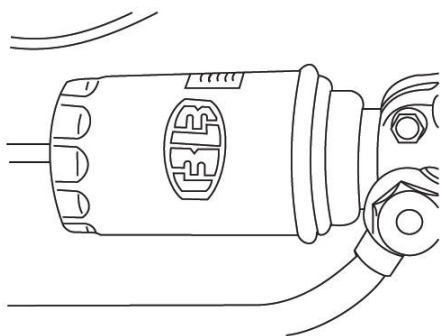

Fig.5-22 Filtro de óleo rotativo
17. Filtro de óleo tipo rotativo mostrado na fig.5-22